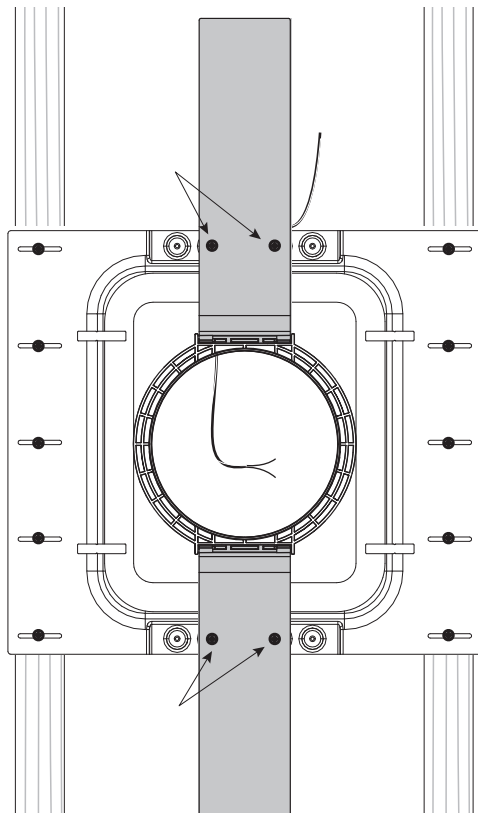

图 6. 将 PMK 6 安装到后盖中
2. 确保 PMK 组件居中, 垂直且水平。使用后罐顶部和底部的现有孔, 用四个螺钉将其固定到后罐上 (图 6)。